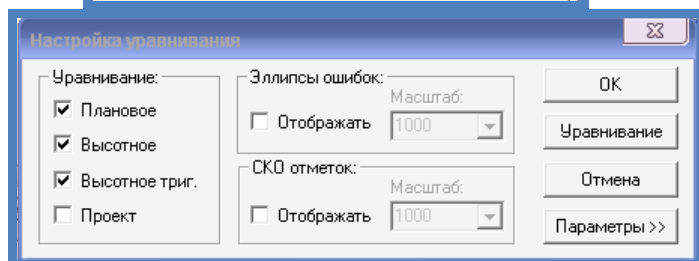

Рисунок 65 – Установка параметров уравнивания
8. В меню **Расчеты** выбираем команду **Уравнивание – Настройка уравнивания** и устанавливаем флажки (Рис.65).